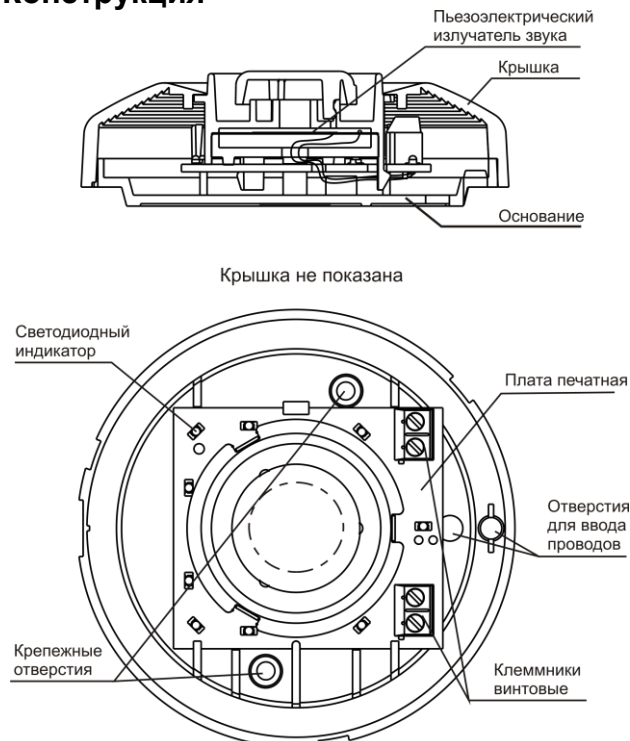

Рисунок 1
Оповещатель состоит из основания, печатной платы с радиоэлементами и крышки (рисунок 1). Конструкция оповещателя обеспечивает возможность крепления его на стене помещения.
- провести провода от источника питания через отверстие для ввода проводов в основании оповещателя (рисунок 1). Имеется возможность выдавливания в основании второго отверстия для ввода проводов;